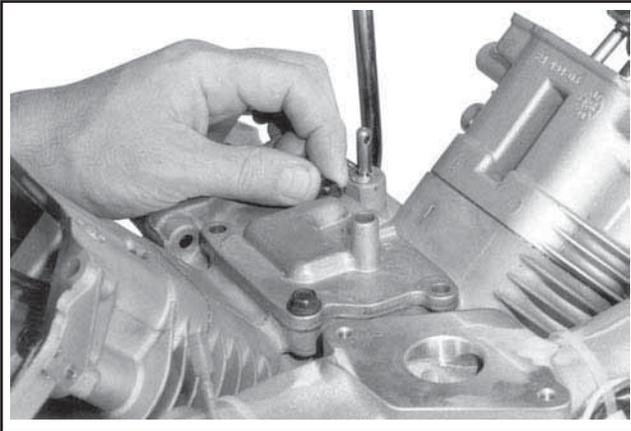

Figure 11-58. Installation des vis (positions 3 et 4).
6. Placer attentivement le couvercle du reniflard sur le carter moteur. Installer les deux premières vis hexagonales à embase dans les positions montrées à la Figure 11-58 et les serrer avec les mains.